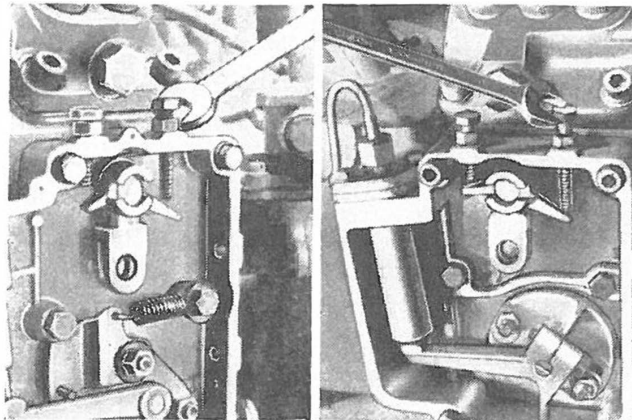

Fig. 108
- Registrare a mezzo della vite di destra sulla scatola il regime massimo a circa 150 giri/1' al di sopra di quello nominale per compensare lo scarto a vuoto del regolatore (Fig. 108).
2. Through right adjusting screw on throttle housing adjust high idle speed at 150 r.p.m. over nominal speed to compensate for governor droop (Fig. 108).
- Régler à l'aide de la vis de droite sur le boîtier le régime maximum à 150 t/m environ au dessus du régime nominal pour compenser l'écart à vide du régulateur (fig.108).